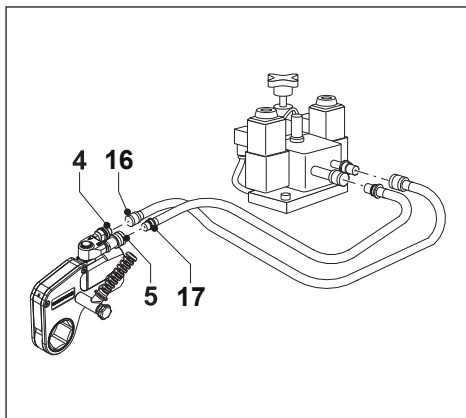

Fig. 8
3.5 Anslutning av slangarna (Fig. 8)